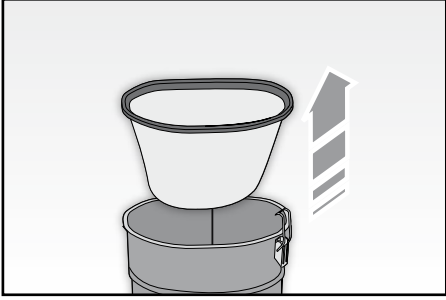

Fig. 9
- Rimuovere il filtro (M) (FIG. 9).
- Reinserrire il filtro, il coperchio e bloccarlo sull'apparecchio agendo sulle levette (G).